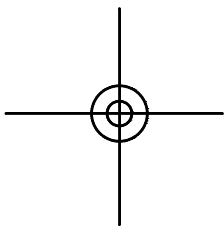

图 3-73 绘制同心圆
- 03 选择菜单【绘图】|【圆】命令，以中心线的交点为圆心，分别绘制半径为 18 和 8 的同心圆，结果如图 3-73 所示。